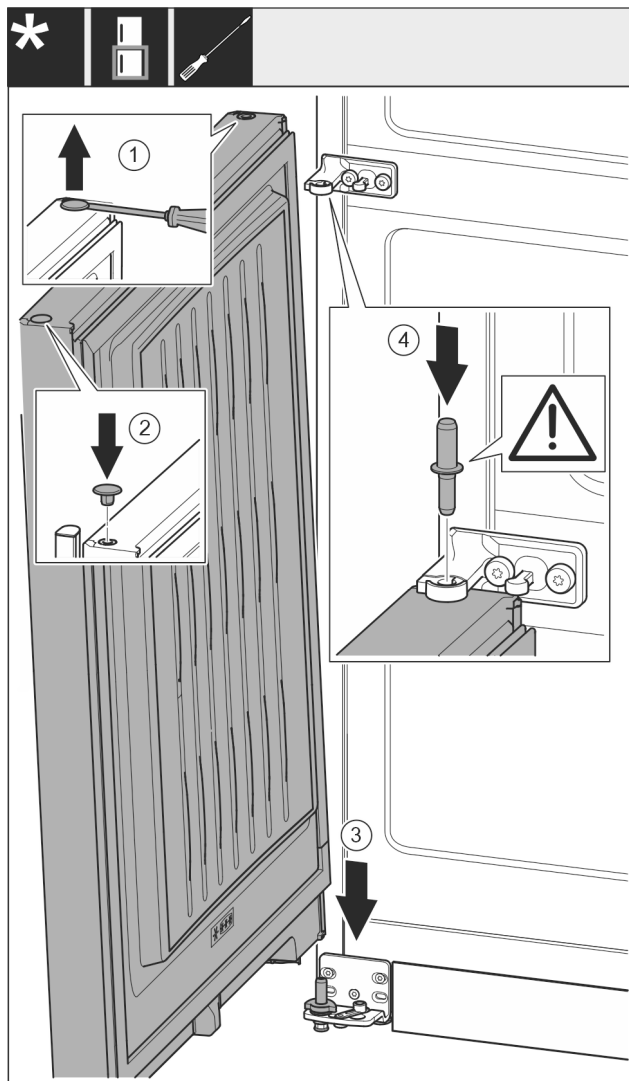

Fig. 29
- ▶ Con un cacciavite a testa a intaglio sollevare con cautela i tappi ed estrarli. Fig. 29 (1)
- ▶ Inserire nuovamente i tappi sull'altro lato della porta. Fig. 29 (2)
- ▶ Applicare la porta dall'alto sul perno di supporto inferiore. Fig. 29 (3)
- ▶ Inserire il perno di supporto centrale attraverso il blocco di supporto centrale nella porta inferiore. Fare attenzione che la camma di arresto sia rivolta verso il lato posteriore. Fig. 29 (4)